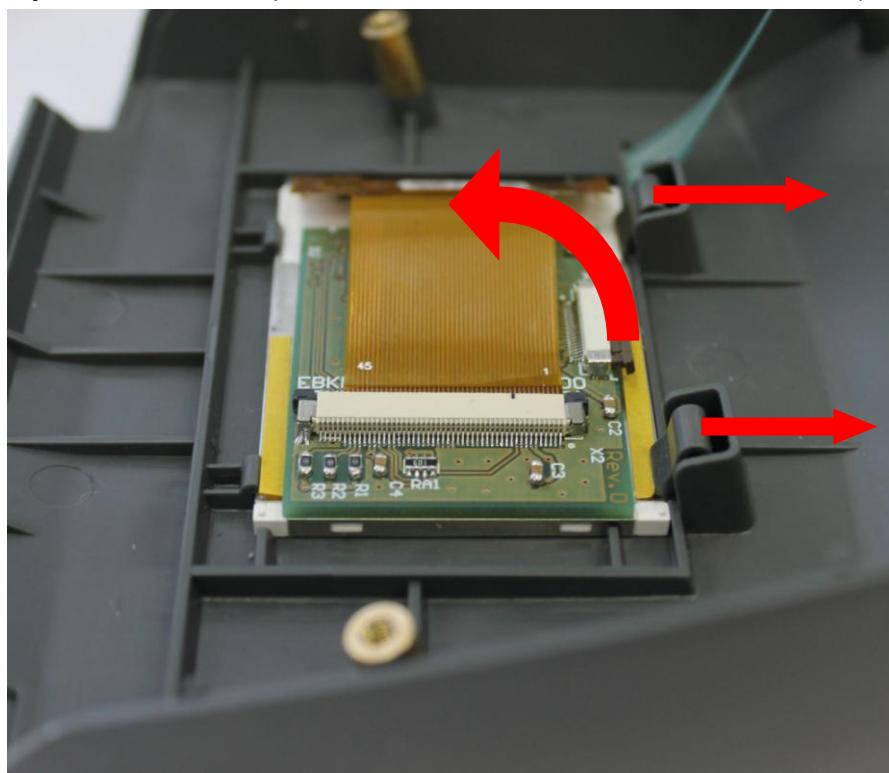

Рис. 8.18
8.6.5 Отжав защелки, снимите монитор с модулем переходным для LCDTFT EBKM.00D210.02.73.000. При отжатых защелках достаточно перевернуть крышку, чтобы монитор вышел из своего посадочного места (см. рис.8.18).